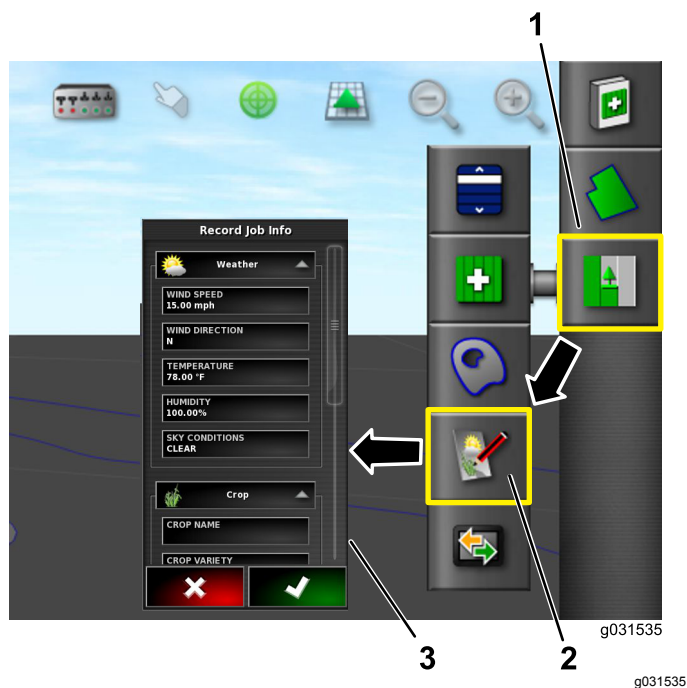

Figura 19
1. Selecione o ícone do Trabalho (Figura 19).
2. Selecione o ícone de Informações do trabalho gravado (Figura 19).